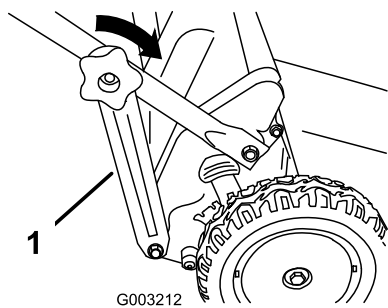

Figure 7
5. Fixez les supports (Figure 7) sur les côtés de la partie inférieure du guidon.